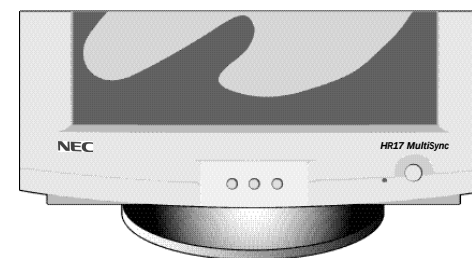

Figura C.1
- 5 Accendete il vostro monitor MultiSync (Figura C.1) e il computer.